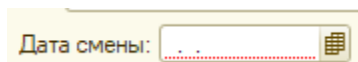

Рисунок 40
3.5.5 заполнить поле «Дата смены» (рисунок 40);